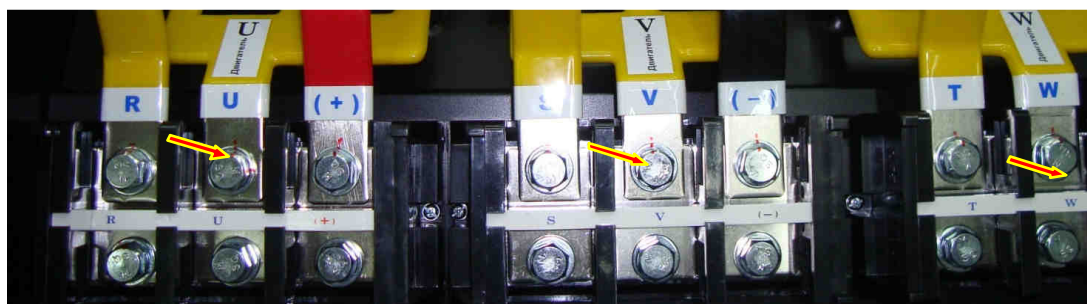

Рис. 6.11.
6.9.1. Демонтировать плату варисторов. Снять 3 защитные планки силовых клеммных колодок. Демонтировать входные шины R,S,T, выкрутив 3 болта и 3 шестигранные стойки M10/47 крепления шин R,S,T к объединительным шинам входных диодно-тиристорных модулей (рис. 6.11а), и 3 болта R,S,T силовой клеммной колодки (рис. 6.11б). Положить болты, стойки и шины в тару.